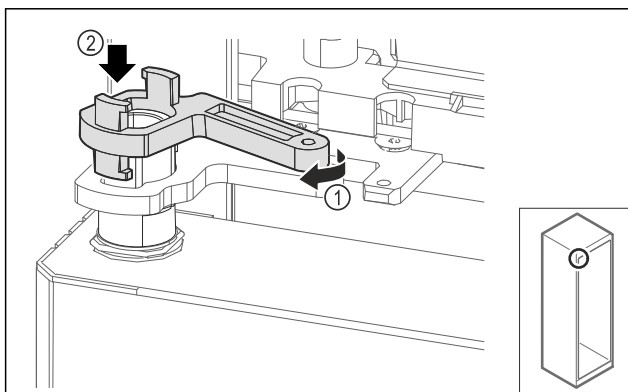

Fig. 66
- Kierrä laakerijalustan lukitusta hieman Fig. 66 (1) ja aseta holkin päälle Fig. 66 (2).